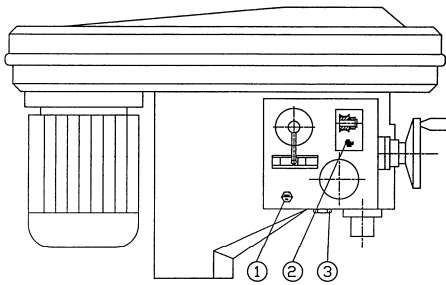

FIG.1
CHAPITRE 2 : MAINTENANCE (FIG.1)
La perceuse est fournie avec le joint de sécurité déjà réglé . Si , petit à petit la descente du foret devient irrégulière (le volant (77) tourne par à-coups) , régler de nouveau le joint . Pour effectuer cette opération , retirer la plaquette (2) figure 1 et serrer davantage le collier autobloquant (72) pour comprimer davantage les ressorts à disques (Belleville) (68) .